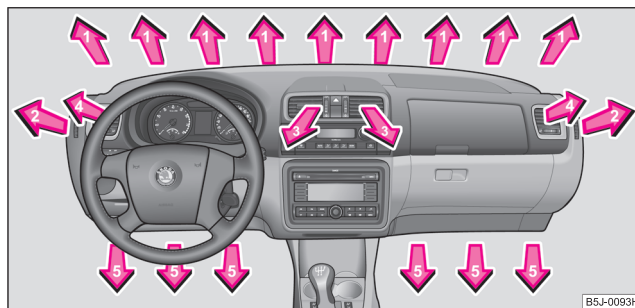

Abb. 85 Luftaustrittsdüsen
- Luftaustrittsdüsen **4** ⇒ Seite 82, Abb. 85 öffnen und zur Seitenscheibe richten.
- Luftaustrittsdüsen **4** ⇒ Seite 82, Abb. 85 öffnen und zur Seitenscheibe richten